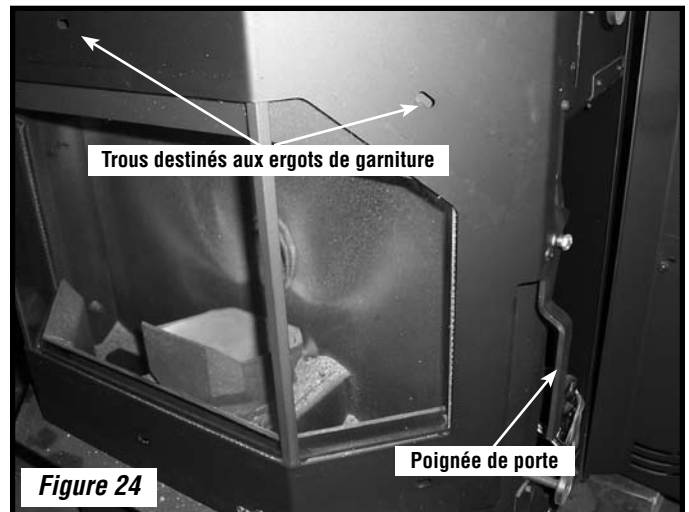

Figure 24
2. Ouvrir les portes droite et gauche. Les portes latérales pivotent sur le bord arrière du poêle. Voir *Figure 24*.